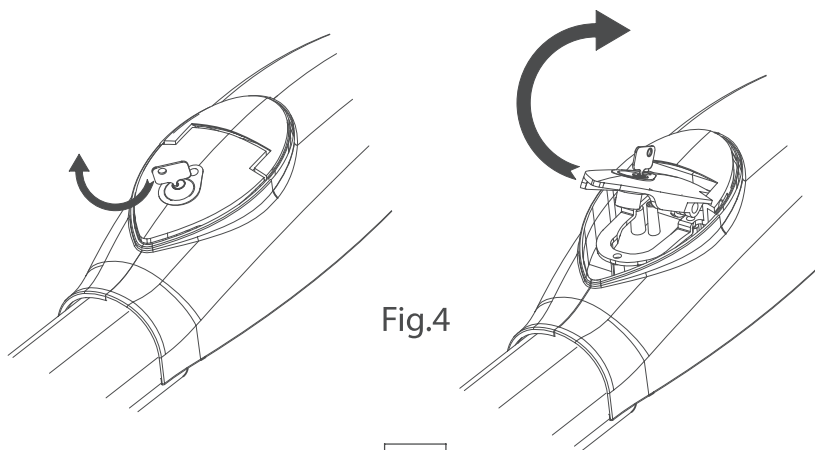

Fig.4
- **STONE / I** : inserire la chiave nell'apposita sede e girare di 90° in senso orario, sollevare tirando inizialmente sulle chiave stessa, poi sulla leva fino a raggiungere la posizione verticale; a questo punto il cancello può essere manovrato manualmente (fig. 4).
- **STONE / I** : Den Schlüssel in das entsprechende Schloß einführen und um 90° im Uhrzeigersinn drehen, Zunächst mit dem Schlüssel und dann mit dem Hebel anheben, bis die vertikale Stellung erreicht ist; zu diesem Zeitpunkt kann das Tor manuell manövriert werden (Abb.4). Soll das Tor in Notsituationen wieder verschlossen und blockiert werden, ist es ausreichend, den entsprechenden Entrirgelungsschlüssel gegen den Uhrzeigersinn zu drehen. Zu diesem Zeitpunkt erfolgt die automatische Blockierung bei dem ersten automatischen bzw. manuellen Schließmanöver des Tors.
- **STONE / I** : Put the key in the lock and turn 90° clockwise, lift the lever, pulling first on the key itself, then on the lever until it reaches vertical position; the gate may now be moved manually (fig.4).
- **STONE / I** : Introducir la llave en el correspondiente lugar y girarle a 90° en sentido de las agujas del reloj, levantar tirando inicialmente de la misma llave, luego, de la palanca, hasta quedar en vertical; a este punto la cancela puede manejarse manualmente (fig. 4). Si se quiere cerrar la cancela y bloquearla, en situaciones de emergencia, será suficiente girar la correspondiente llave de bloqueo en sentido contrario a las agujas del reloj. A este punto el bloqueo se realizará automáticamente a la primera maniobra de cierre de la cancela, sea ésta automática o manual.
- **STONE / I** : Introduire la clé dans la serrure et la tourner de 90° dans le sens des aiguilles d'une montre, soulever en tirant tout d'abord sur la clé puis sur le levier afin d'arriver à la position verticale; le portail peut alors être manœuvré manuellement (fig.4).
- **STONE / I** : Doe de sleutel op de daarvoor bestemde plaats en draai hem 90° met de wijzers van de klok mee (naar rechts), doe de hendel omhoog door eerst aande sleutel en daarna aan de hendel te trekken totdat hij in de verticale stand komt te staan; nu kunt u de poort met de hand bedienen (fig.4). Als u de poort weer dicht wilt doen en wilt vergrendelen, terwijl de noodsituatie nog steeds aanwezig is, hoeft u slechts de speciale ontgrendelsleutel tegen de wijzers van de klok in (naar links) te draaien. Nu zal de poort automatisch vergrendeld worden zobra de poort zowel automatisch als met de hand gesloten wordt.